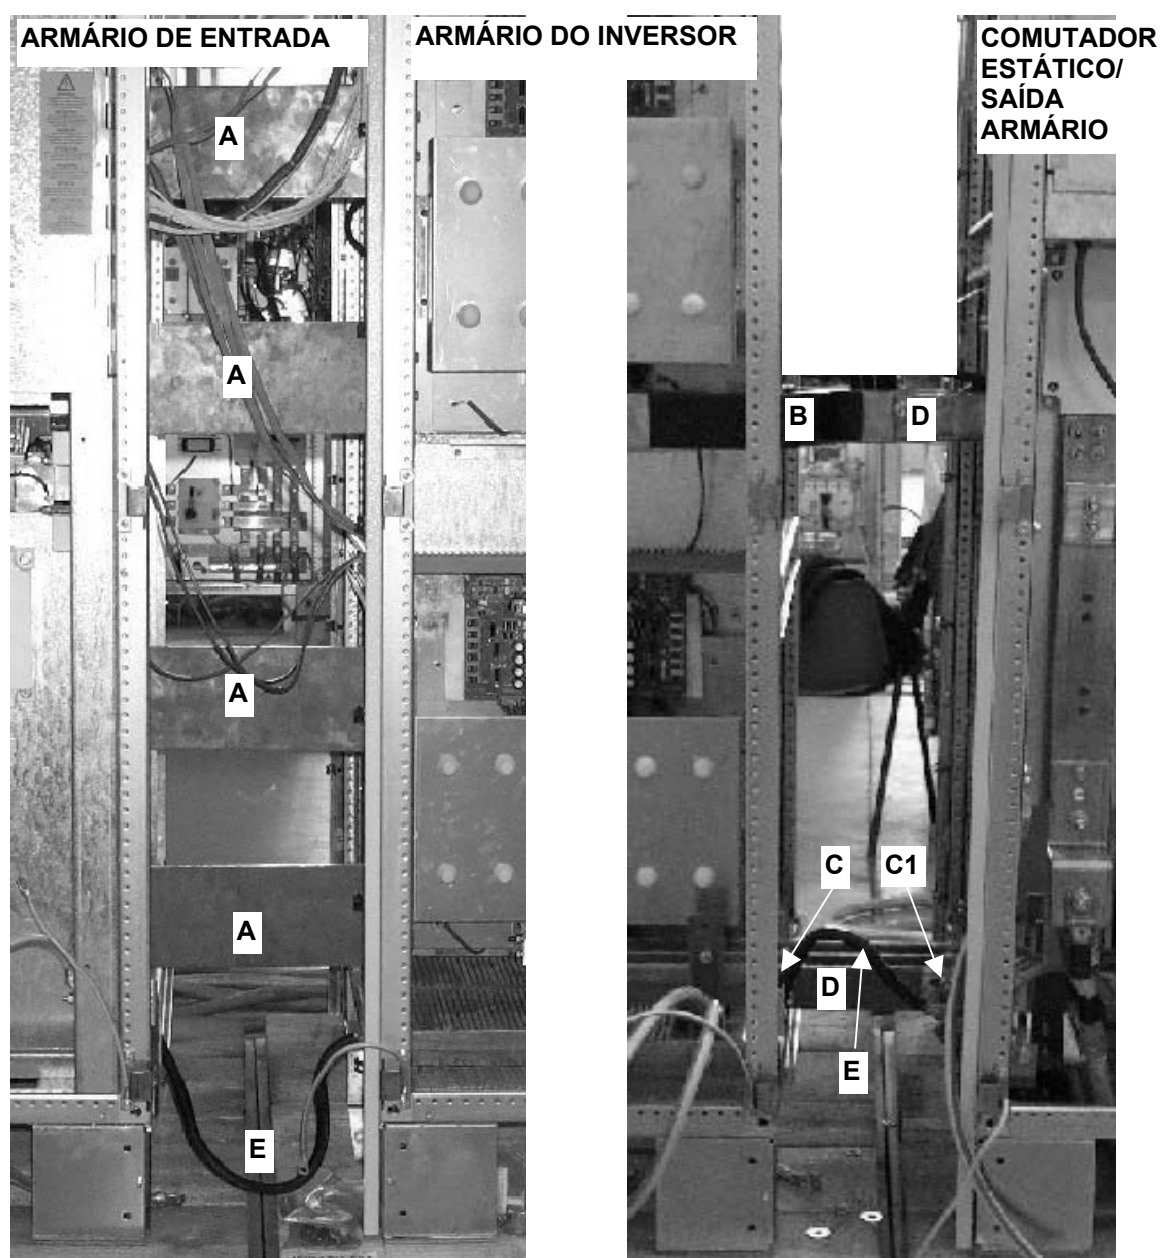

Fig. 29 – Interligações de alimentação entre os armários para 800 kVA
Ligar as saídas positiva (10) e negativa do armário de Entrada da secção do Rectificador às ligações de entrada correspondentes do armário do Inversor, utilizando as 4 barras colectoras (fornecidas). Considerar que as 4 barras colectoras marcadas com “A”, ver Fig. 29 abaixo, são mais compridas das fornecidas; estas foram montadas para melhor mostrar as interligações. Geralmente, os armários devem ser instalados um perto do outro.